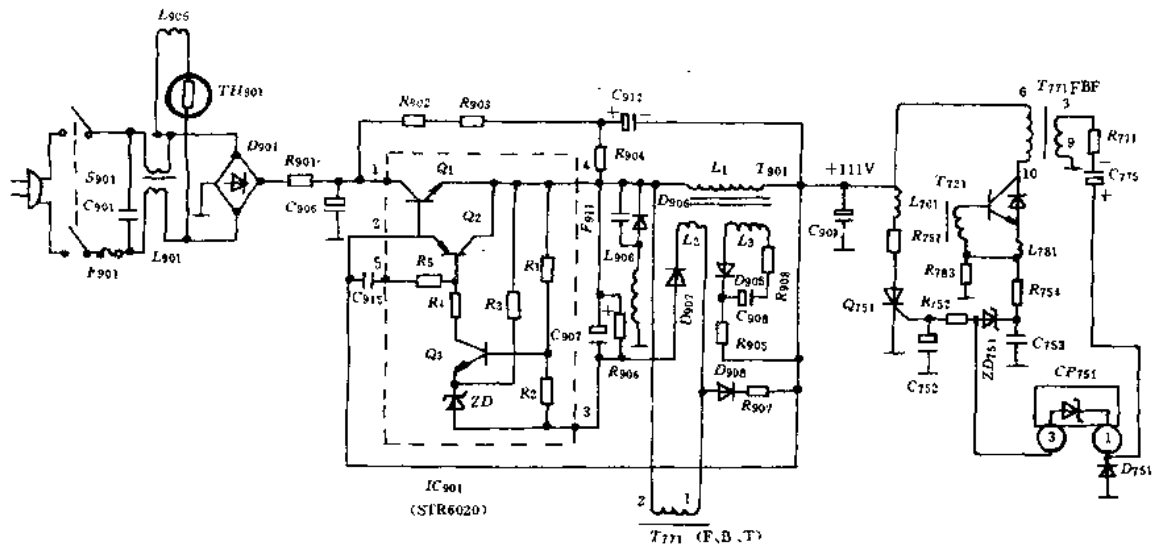

图2 开关电源电路
(1) 电路结构特点:①开关电源电路由厚膜电路 IC_{u01} (STR6020) 和开关变压器 T₉₀₁ 以及外围元件组成。参看图 2。由于开关管和误差放大与脉宽调制电路都集中在一块集成电路内,所以稳压性能好,工作稳定;②属于自激一行同步式串联输出型开关电源,只有 111V 一路电压输出;③由于开关管与负载相串联,所以整机底板带电,维修时要注意安全。
(2) 工作原理:①振荡过程:220V 市电经开关 S_{u01}, 保险管 F₉₀₁, 高频滤波器 C_{u01} 与 L_{u01} 抑制干扰后,送至 D₉₀₁ 进行桥式整流,经 R₉₀₁、C₉₀₆ 滤波后输出 300V 直流电压,一路加至 IC_{u01} ①脚(即开关管 Q₁ 的集电极),另一路由 R₉₀₂、R₉₀₄ 和 C₉₁₂ 构成启动电路向 IC₉ ②脚(即开关管 Q₁ 的基极)提供启动电流,使开关管 Q₁ 导通。Q₁ 导通后,IC_{u01} ③脚(即开关管 Q₁ 的发射极)外接开关变压器 T₉₀₁ 的 L₁ 初级绕组有电流流过,次级绕组 L₂ (正反馈绕组)产生感应电压,经 R₉₀₃、C₉₀₆、R₉₀₅ 正反馈到 Q₁ 的 b 极,使 Q₁ 迅速进入饱和导通状态,此时,IC_{u01} ①脚电压上升到最大值。